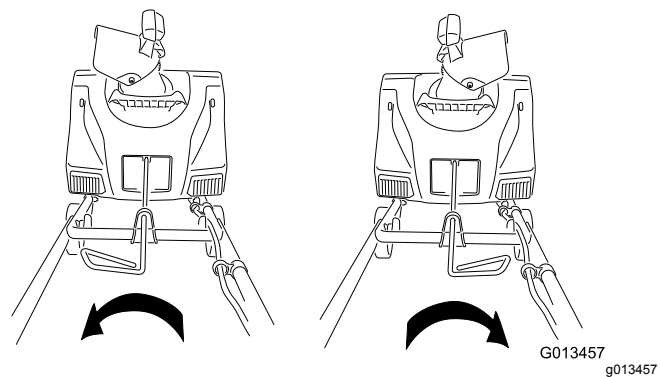
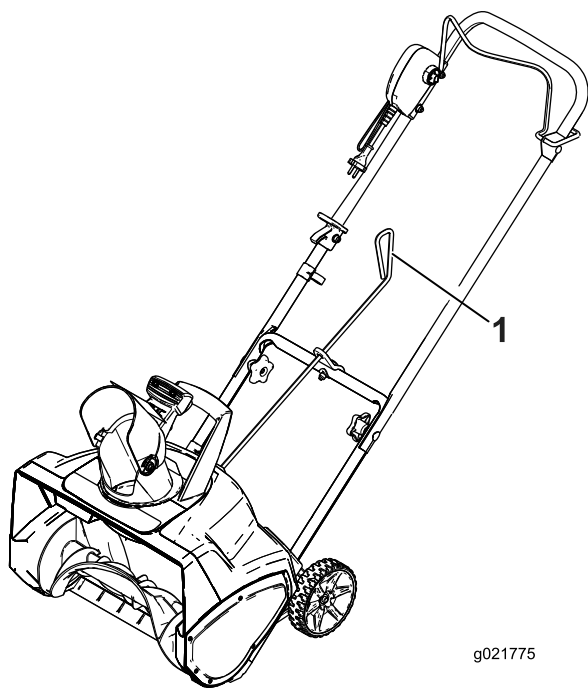

Figura 7
Figura 6
4. Certifique-se de que a pega da barra de controlo da calha está virada para cima (Figura 6) e insira a barra no furo na parte de trás da caixa.
6. Mova a pega na barra de controlo da calha para assegurar que se move na mesma direção que a calha (Figura 7).
Para ajustar a calha de descarga, mova a pega na barra do controlo da calha na direção que deseja dirigir o feixe de neve (Figura 6 e Figura 7).